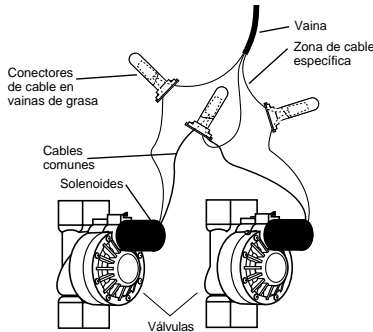

FIGURA 25: Conexión de los cables del controlador a las válvulas
- Cada electroválvula tiene dos cables. Uno de ellos se conecta como cable común. Todos los cables comunes a todas las válvulas pueden conectarse con un único cable común que vaya hasta el controlador. El otro cable de la válvula ha de conectarse con el cable de la unidad específica que controlará cada electroválvula. [Vea la Figura 25].